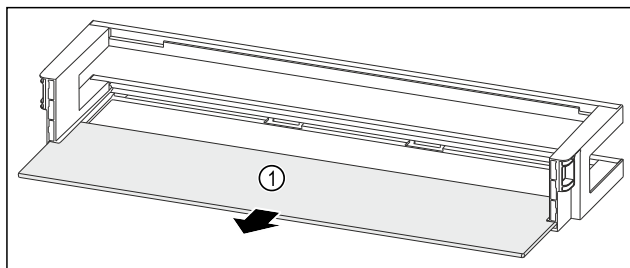

Fig. 120 Dveřní přihrádka s odkládací plochou
- Odkládací plochu Fig. 120 (1) odeberte.